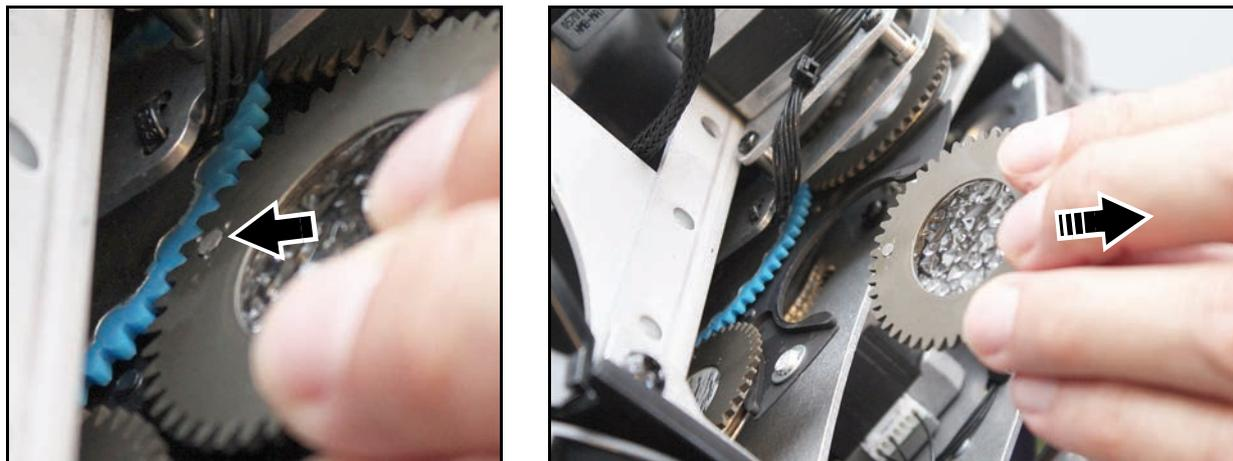

Bild 13: Entfernen eines drehbaren Gobos
2. Siehe Bild 13. Drehen Sie das Gaborad, bis Sie das zu ersetzende Gobo erreichen können. Drehen Sie das Gaborad nach dem Entfernen der Gobofassung nicht mehr.